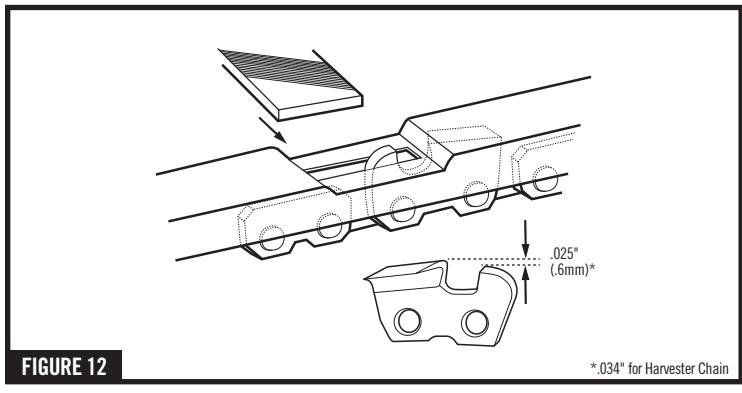

FIGURE 12
2. If the cutter's depth gauge extends above the slot in the depth gauge, file the cutter's depth gauge down until it is level with depth gauge tool. Make sure to keep the round profile on the front of the cutter's depth gauge (Figure 12).
2. Si la jauge de profondeur de la chaîne coupante dépasse la fente de la jauge de profondeur, limez le bas de la jauge de profondeur de la chaîne jusqu'à ce qu'elle soit de niveau avec la jauge de profondeur. Veillez à ce que le profil de l'avant de la jauge de profondeur de la chaîne coupante reste rond (Figure 12).